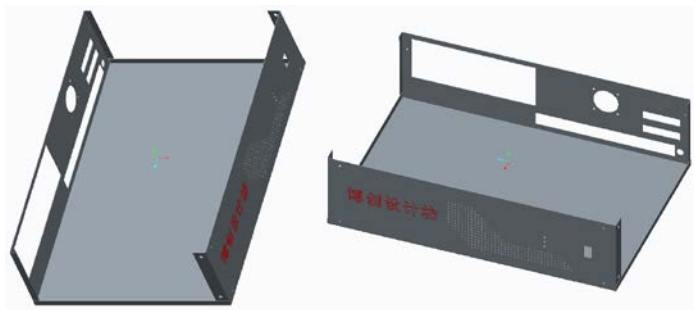

图 6-181 钣金件建模练习
- (4) 上机操作：完成图 6-181 所示的钣金件，具体细节和尺寸自行设置，只要求完成效果相仿。